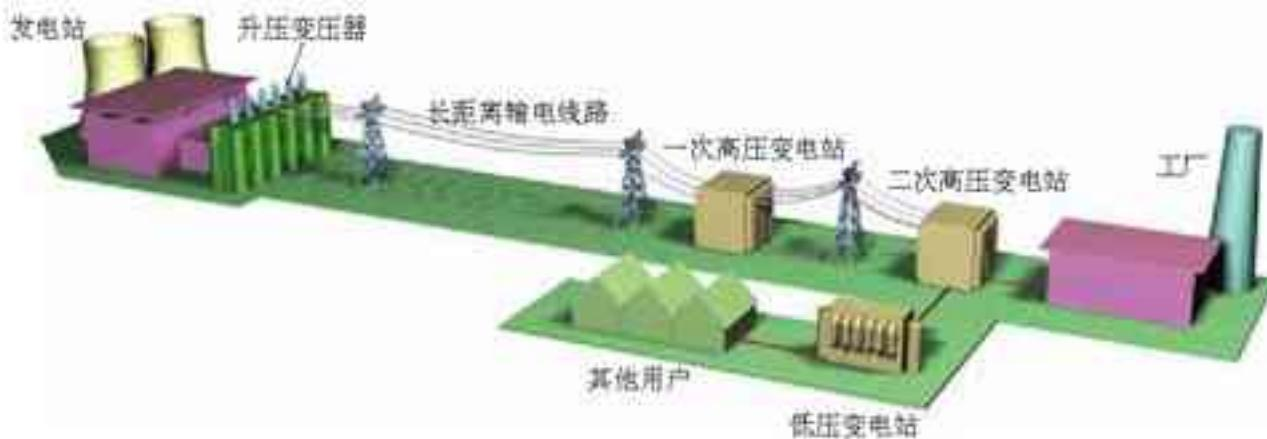

图5.5.3 输电过程示意图
^① 实际上电厂供给的电压要经过多次转换才能到达用户（见图5.5-3），这里只讨论原理，所以把问题简化了。